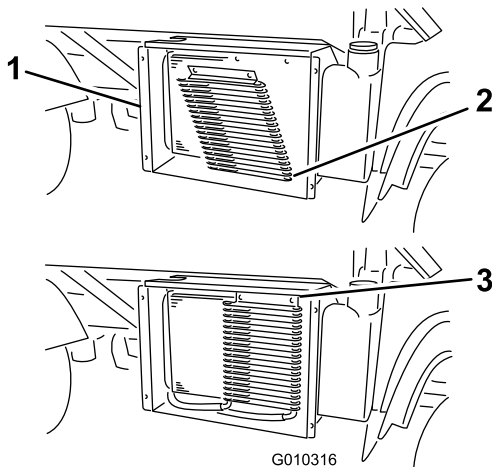

Figura 60
3. Si está instalado, abra los cierres y gire el enfriador de aceite, separándolo del radiador (Figura 60).